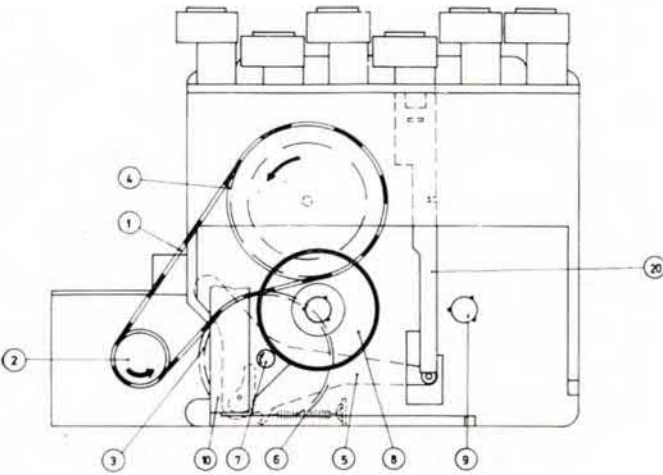
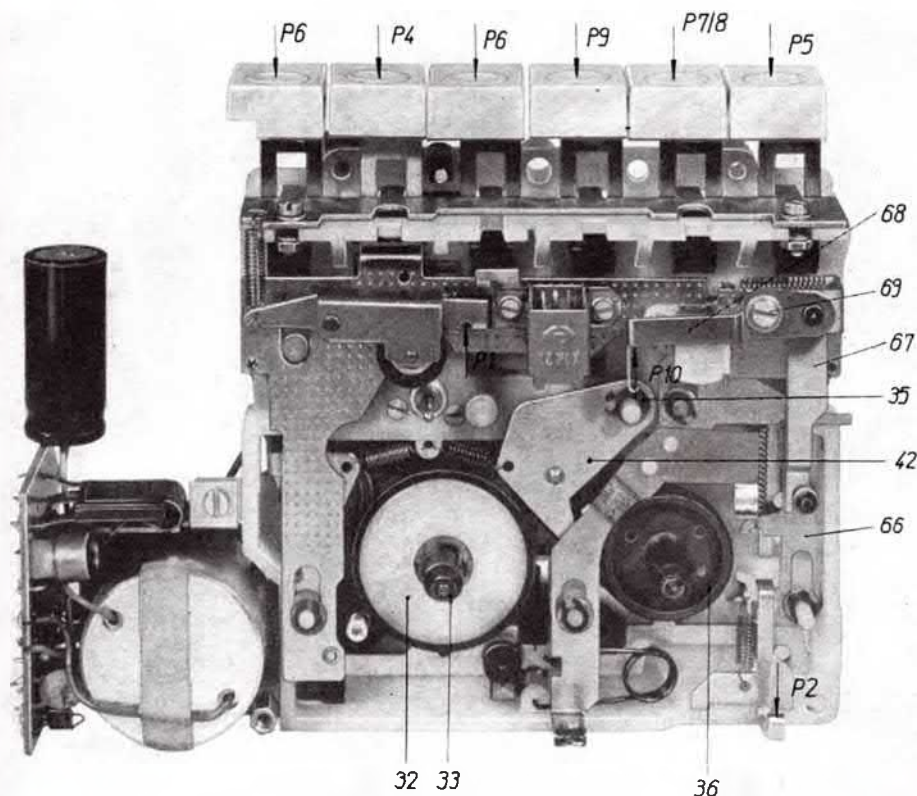

Abb. 6
Abb. 12
Die Pausentaste (20) hat die Aufgabe, den Bandtransport bei der Funktion „Aufnahme“ und „Wiedergabe“ (Abb. 6) zu unterbrechen, ohne das Antriebssystem elektrisch abzuschalten. Durch Drücken der Pausentaste (20) wird die Andruckrolle von der Tonwelle abgehoben, wobei die Kopfträgerplatte (10) in gedrückter Stellung verbleibt. Gleichzeitig wird das Abtriebsrad (7) über den Hebel (5) von dem Reibring der Rutschkupplung (8) abgehoben und der Bandtransport unterbrochen. Durch nochmaliges Drücken der Pausentaste wird diese Trennung aufgehoben und die Funktion nach Abb. 6 wieder hergestellt.
¹⁾ Die nach Abb. 12 gemessene Kraft ergibt eine Anlagekraft der Andruckrolle an die Tonwelle von 400 p \pm 50 %.
Die Funktion der Rutschkupplung ist in Abb. 6 dargestellt. Fehler wirken sich so aus, daß entweder das Band bei der Bandlauffunktion „Wiedergabe“ bzw. „Aufnahme“ nicht aufgewickelt wird (Rutschmoment zu niedrig), oder der Bandzug ist zu straff (Rutschmoment zu hoch). Die Funktionsprüfung kann wie folgt durchgeführt werden: Ohne eine Kassette einzulegen, wird das Gerät auf „Wiedergabe“ geschaltet. Dabei ist die in Abb. 12 gekennzeichnete Rutschkupplung (32) linksläufig. Der sich drehende Mitnehmer (33) wird von Hand angehalten und entgegen seinem Bestreben nach rechts gedreht. Es darf dabei zu keiner Änderung der Drehrichtung des Reibrades der Rutschkupplung kommen. Zwischen Abtriebsrad (34) und Reibrad darf ebenfalls kein Rutscheffekt auftreten. Das Rutschmoment wird vom Werk fest eingestellt, eine selbsttätige Veränderung dieser Einstellung ist nicht möglich. Andere Laufwerkmängel dürfen nicht durch Veränderung der Rutschkupplung kompliziert werden. Das Wechseln der Rutschkupplung erfolgt durch Lösen der Sicherungsscheibe (35) und Abziehen der Rutschkupplung (32), (Bild 12). Dabei darf keine Taste gedrückt sein, und der Bremshebel muß von der Wickelführung abgehoben werden. Beim Einsetzen der neuen Rutschkupplung ist nach dem Anbringen der Sicherungsscheibe auf leichten Gang zu achten.